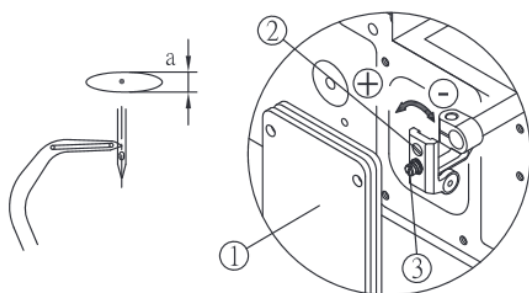

Fig. 43 / Fig. 43
1. Откройте герметичную крышку ① на задней стороне машины.
2. Слегка ослабьте винт ③.
3. Поверните винт ② для регулировки. Чтобы увеличить величину перемещения, поверните в направлении +. Чтобы уменьшить величину перемещения, поверните в направлении -
4. Затяните винт ③ после регулировки.
5. Затем закройте крышку ① (рис.43).